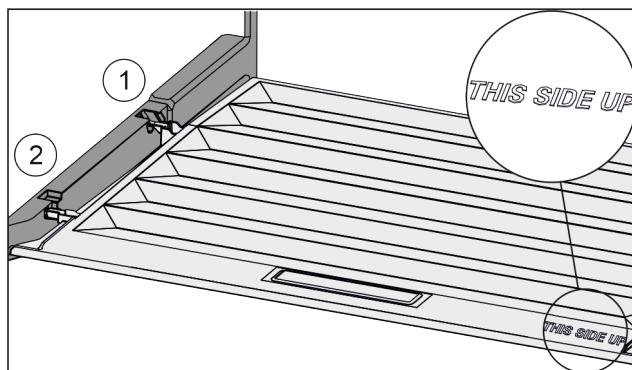

Fig. 84
- Výstupky veka zavedte cez otvor zadného držiaka Fig. 84 (1) a zaistite vpred v držiaku Fig. 84 (2).